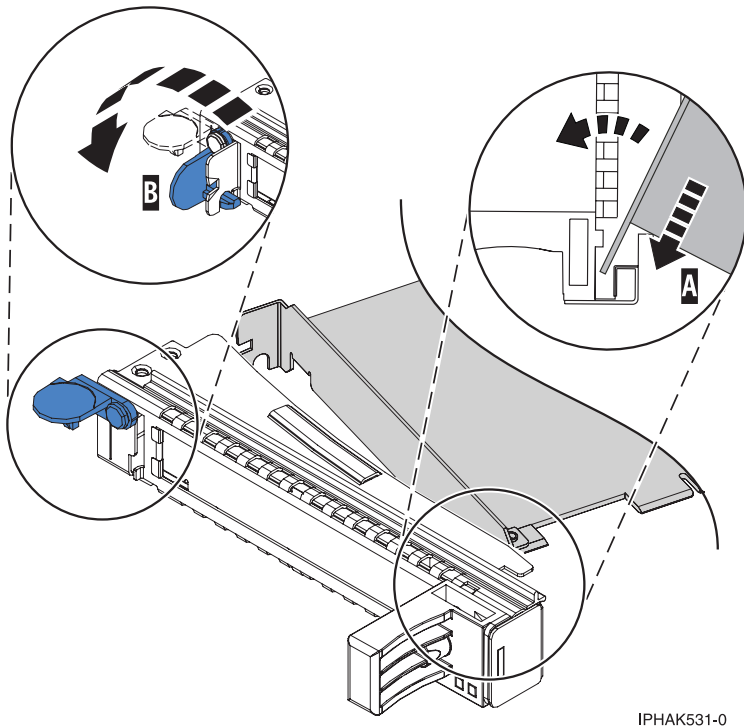

Figure 102. Installation d'une carte dans la cassette de cartes PCIe
- a. Avec le levier de blocage de la contre-poupée en position ouverte, insérez fermement la carte dans le support de retenue de la contre-poupée **(A)**, comme illustré dans la figure 102.